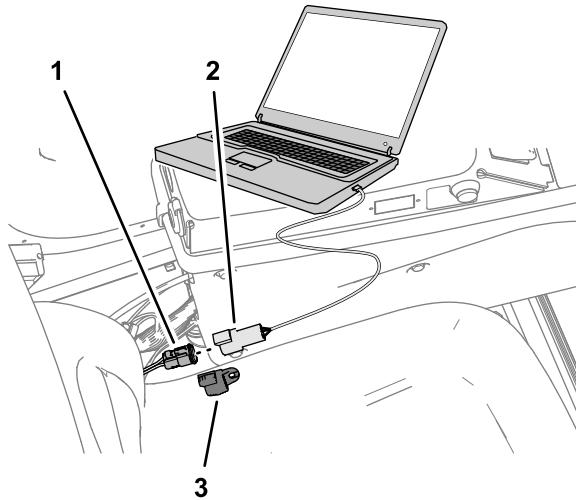

Figura 145
7. Remova a tampa do conector de 3 tomadas da porta CAN da cablagem do kit identificado com DUPLICATE DIAG CONNECTOR, e ligue o cabo de interface USB/CAN do conector de pinos no conector de 3 tomadas (Figura 145).